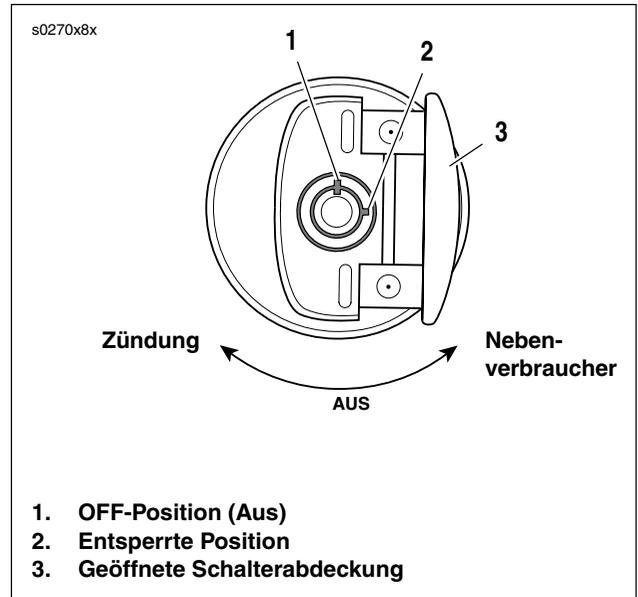

Abbildung 3-7. Zündschalter
- Siehe Abbildung 3-7. „Zündung EINGESCHALTET“ bedeutet, dass der Zündschlüssel auf IGN (Zündung) gedreht ist und der Motorbetriebsschalter EINGESCHALTET ist (der Motor läuft in diesem Fall allerdings nicht).